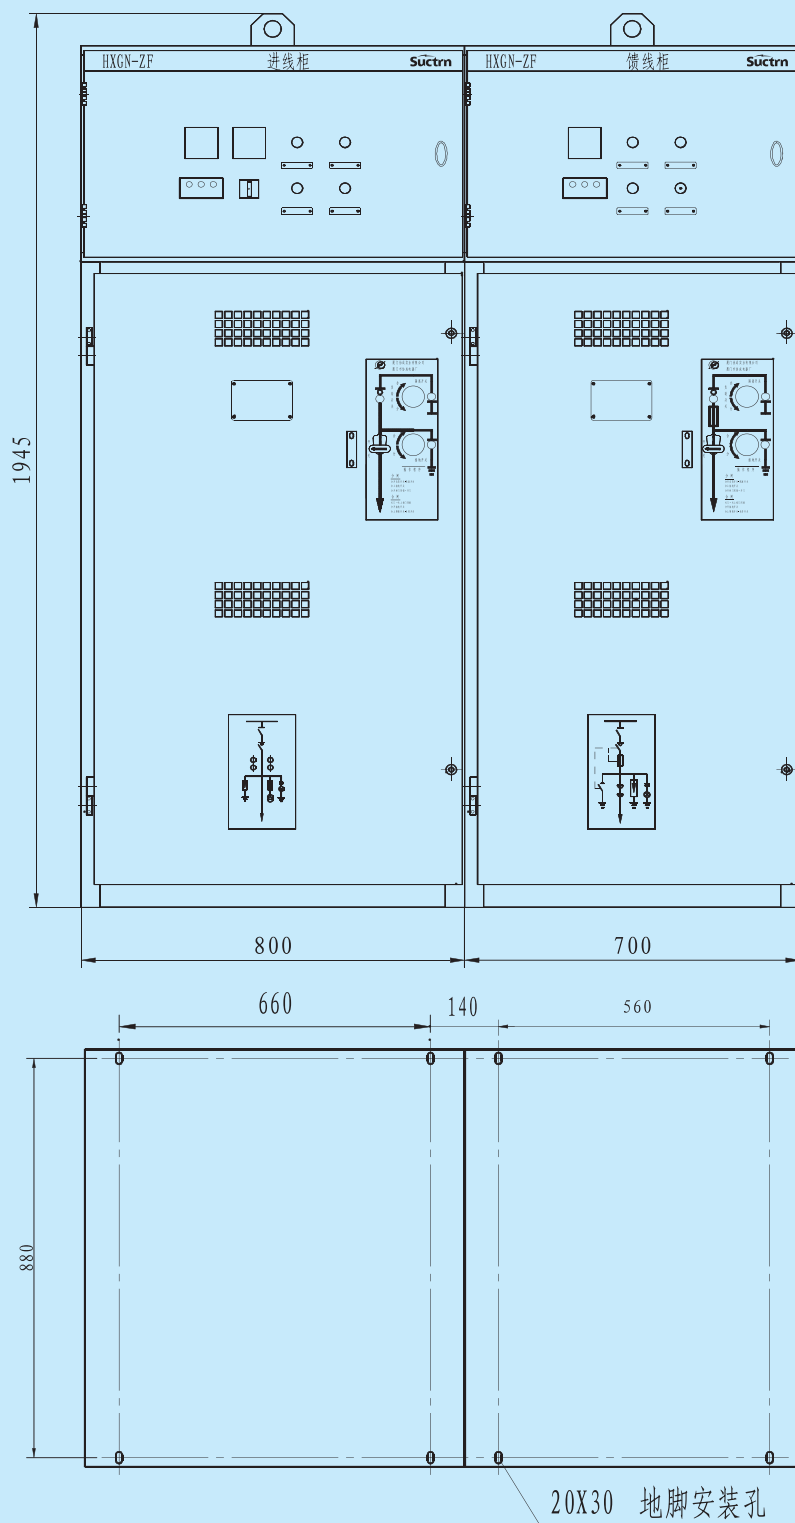
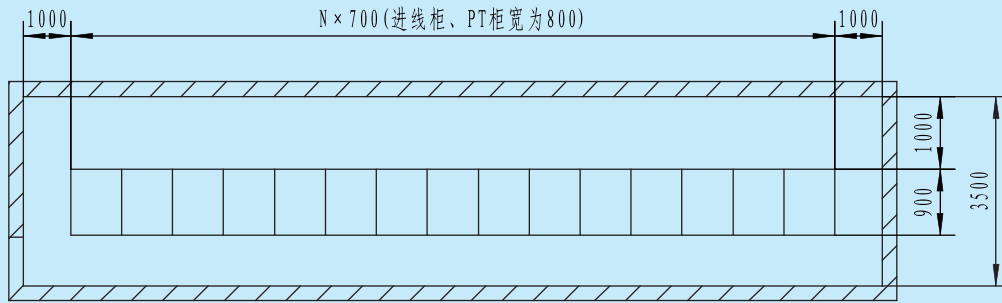
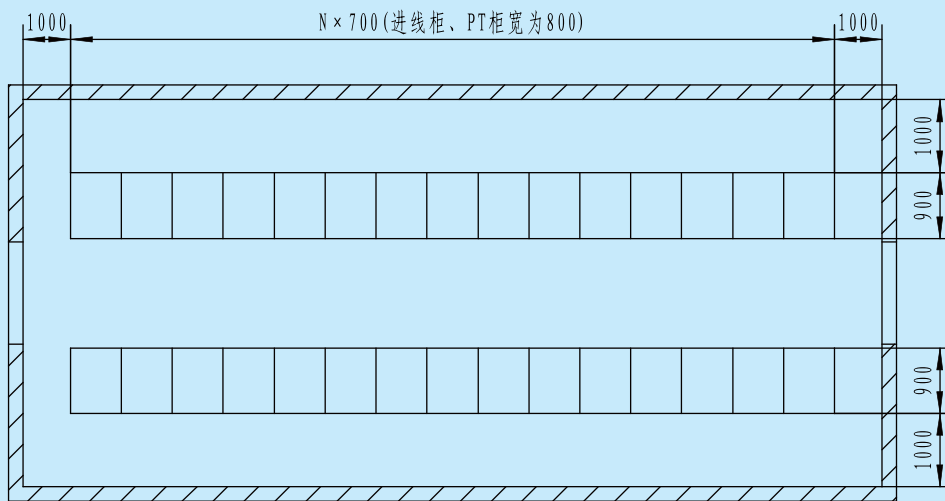

图2 环网柜外形及安装尺寸
图3 单列布置形式参考平面图
图4 双列布置形式参考平面图
a) 真空环网柜的安装尺寸、平面布置形式见图2、图3、图4；